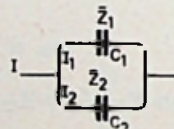

Fig. 21
4. Wisselstroomketen met twee zuivere capaciteiten parallel (fig. 21)